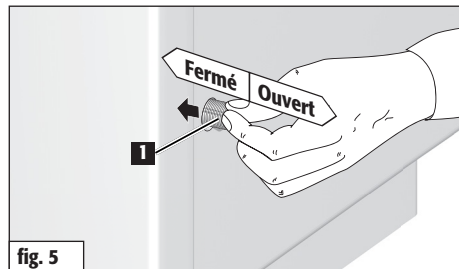

fig. 5
**Lors de l'allumage et de l'alimentation, réglez l'air de combustion avec le clapet d'air secondaire (fig. 5/1).**
**Si le clapet d'air secondaire est trop fermé (fig. 5), on court le risque que les gaz d'échappement ne soient pas entièrement brûlés (feu qui couve), que de la suie se dépose sur la vitre du foyer ou que les gaz du bois qui se sont accumulés brûlent de manière explosive (déflagration).**
**Ne jamais fermer entièrement le clapet d'air secondaire (fig. 5) durant le fonctionnement. Par contre, le foyer et le cendrier doivent toujours être bien fermés.**